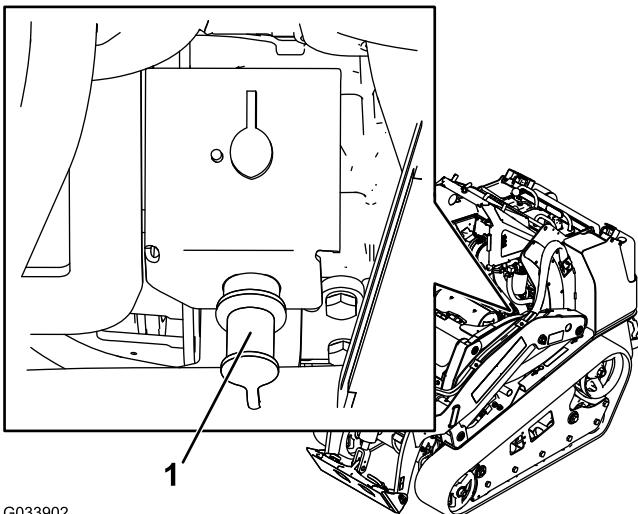

Figura 51
2. Retire la tapa del borne de la batería (Figura 51).
3. Conecte un extremo del cable del puente positivo (+) al borne auxiliar (Figura 51).